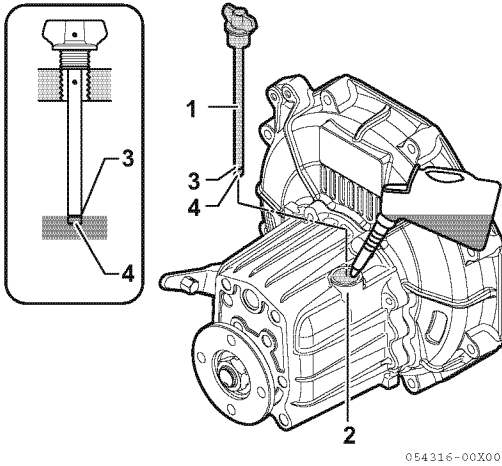

Abbildung 7
1. Stellen Sie sicher, dass der Motor ausgeschaltet ist. Sorgen Sie dafür, dass der Motor so waagrecht wie möglich steht und säubern Sie den Bereich um den Schiffsgetriebe-Einfüllstutzen (**Abbildung 7, (2)**).
3. Peilstab herausnehmen (**Abbildung 7, (1)**) und mit einem sauberen Tuch abwischen.
4. Stecken Sie den Peilstab wieder hinein, ohne ihn hineinzuschrauben. Siehe die Zeichnung (**Abbildung 7**).
5. Peilstab herausziehen. Der Ölstand sollte zwischen oberer (**Abbildung 7, (3)**) und unterer (**Abbildung 7, (4)**) Markierung des Peilstabs liegen.
3. Füllen Sie Öl bis zur oberen Markierung am Peilstab ein (**Abbildung 7, (3)**). Zu den Spezifikationen des Schiffsgetriebeöls siehe Seite 29.